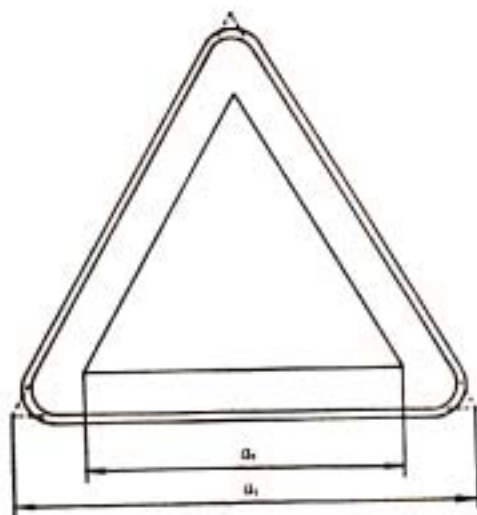

图 2 警告标志的基本型式
4.2.2 警告标志的基本型式是正三角形边框,如图 2 所示: